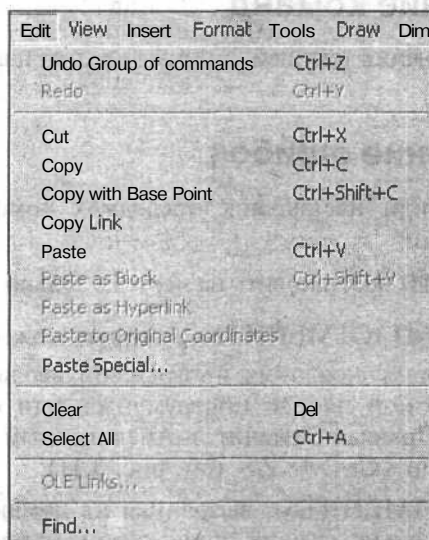

Рис. 3.11. Комбинации клавиш на панели выпадающего меню **Edit**
- ❑ Нажатием клавиш быстрого доступа на клавиатуре. Этот способ реализуется только для часто используемых команд. Например, нажатие комбинации клавиш <Ctrl>+<C> позволяет скопировать выбранные объекты чертежа в буфер обмена, а комбинация <Ctrl>+<V> выполняет вставку содержимого буфера в чертеж. Часто используемые комбинации клавиш указываются на панелях выпадающих меню (рис. 3.11).
П командой  **UNDO** (ОТМЕНИТЬ), которую можно вызвать из контекстного меню во время ожидания программой ввода команды, нажатием кнопки на стандартной панели инструментов или с помощью команды меню **Edit | Undo** (Правка | Отменить). Аналогичный результат получается при нажатии клавиш <Ctrl>+<Z> (см. рис. 3.11);